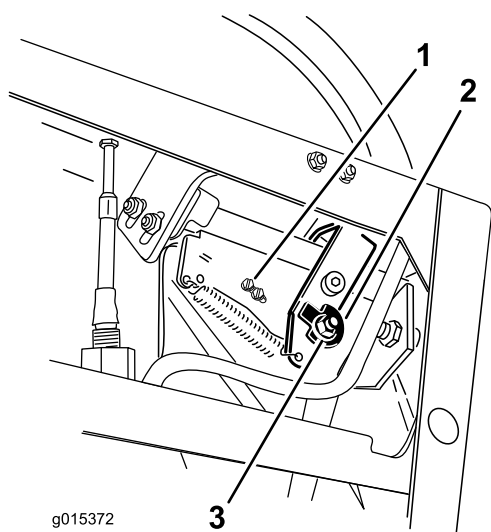
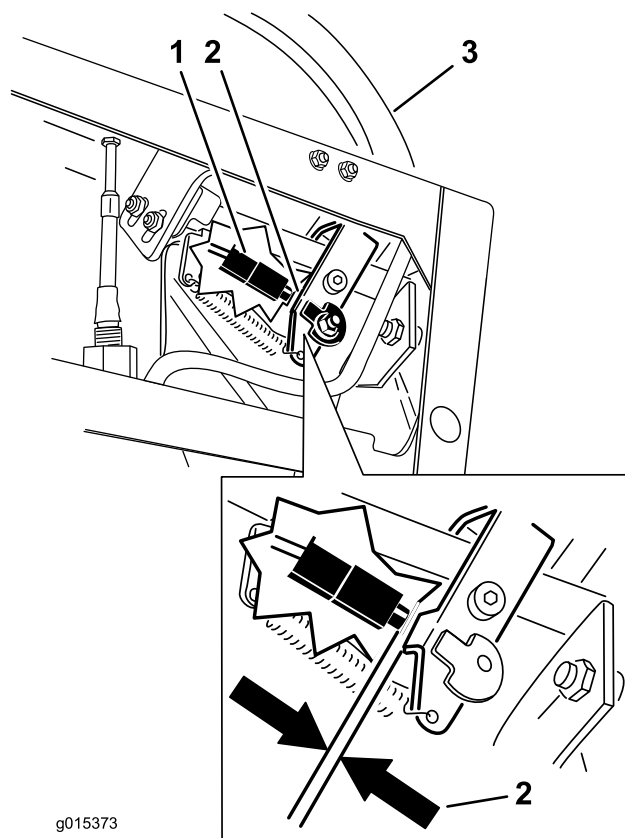

Figure 72
Figure 73
7. Desserrez l'écrou et le boulon de fixation de la came (Figure 72).
10. Vérifiez l'écartement entre le levier de commande et l'interrupteur comme illustré à la Figure 73. L'écartement doit être de 3 mm (1/8") lorsque le levier de commande de déplacement droit est en position de déverrouillage du point mort
11. Au besoin, desserrez les vis de fixation de l'interrupteur et réglez l'interrupteur (Figure 72 et Figure 73).